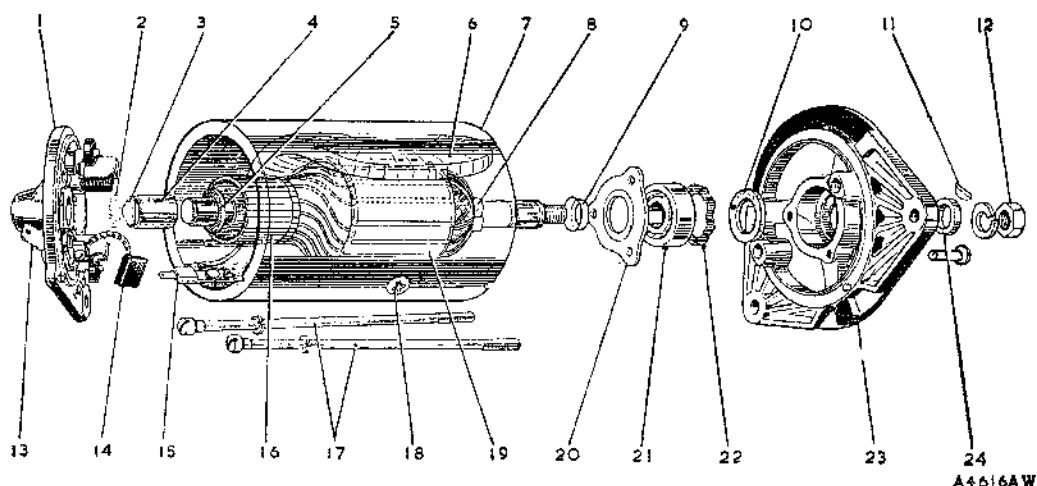

Fig. N.1
- (11) Marcar la posición de los imanes en relación a la culata.
- (12) Retirar los tornillos de retención de los imanes (Fig. N.1.), sacar de la armadura los imanes y bobinas y quitar los arrollamientos de los imanes.
- (13) Ajustar nuevas bobinas a los imanes y colocarlos nuevamente en la armadura con los imanes en sus posiciones originales. Volver a colocar la pieza aislante en la conexión de los arrollamientos, insertar los tornillos, presionar los imanes en su sitio con un expansor y apretar los tornillos.